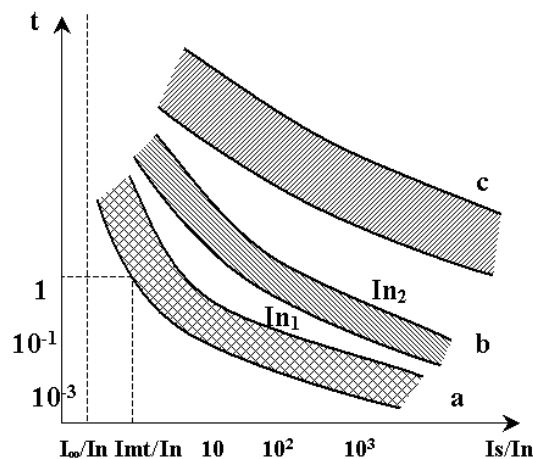

Fig.8 Caracteristica de protecție a siguranței fizibile
- caracteristica de protecție (a,b, fig 8), caracteristica de ținere a aparatului protejat (c, fig 8);